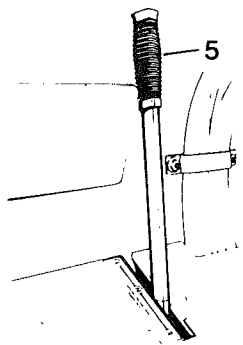

Abb. 14
- 2 Den Schalthebel (5, Abb. 14) auf "I" stellen; siehe Aufkleber.
- 3 Den Dieselmotor anlassen. Den Drehzahlverstellhebel (16) so einstellen, daß auf dem Drehzahlmesser (13) eine Drehzahl von 2.400 U/min abgelesen werden kann. Die Feineinstellung der Drehzahl ist mit dem Oberteil des Drehzahlverstellhebels vorzunehmen.
- 4 Den Vor-/Rückwärtshebel (15) in die gewünschte Fahrtrichtung einstellen und mit diesem die Geschwindigkeit regeln.
- 5 Beim Fahren auf Asphalt ist die Berieselung (11) einzuschalten (gilt nur für die CA 15A).
- 6 Die Vibrationen mit dem Vibrationsschalter (19) einschalten, wenn die Walze fährt. Wenn die Motordrehzahl absinkt, ist diese wieder auf 2 400/min einzustellen.